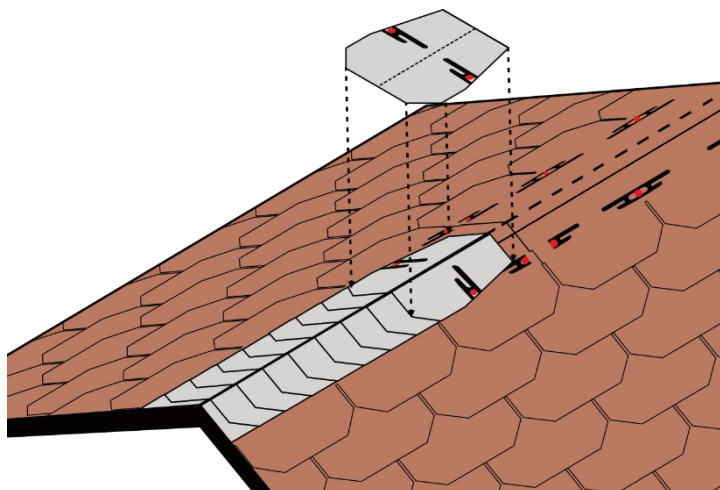

Fig. 11 - Posa elementi colmo
- Fissare il primo elemento colmo con 2 chiodi da almeno 32mm di lunghezza, un chiodo per ogni lato della falda - Fig. 11. Procedere con la posa degli altri elementi colmo in sequenza, lasciando una parte esposta di 9cm tra un elemento colmo e quello successivo.